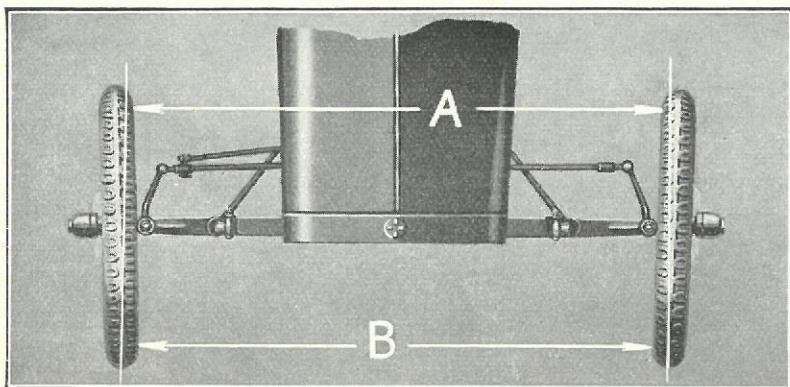
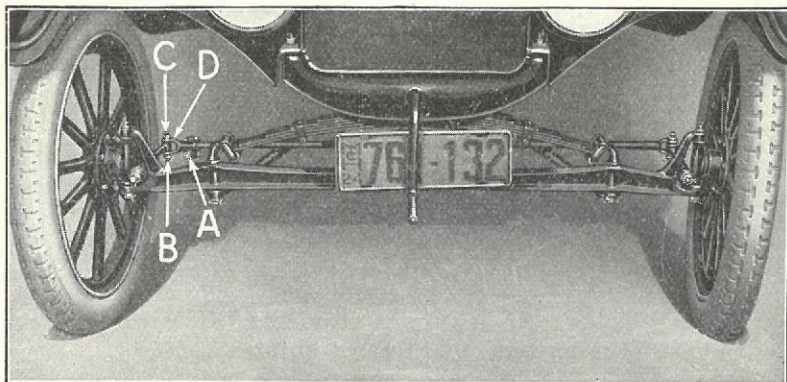

Fig. 120
Fig. 121
- 151** Sporingen maales ved at man trækker en horisontal Linie fra Navets Centrum til Hjulfælgens For- og Bagende paa begge Hjulene (se »A« og »B« Fig. 120) og maaler Afstanden mellem Fælgene paa disse Punkter. Der maa være en Forskel af $\frac{3}{16}$ " til $\frac{1}{4}$ " mellem disse 2 Maal. Hvis Sporingen er større eller mindre end angivet, kan dette justeres ved at opgaa Spindel-Forbindelsesstangens Kugleboltmøtrik (se »A« Fig. 121) og udtage Kuglen fra Forbindelsesstangen. Møtriken »B« og Boltten »C« til Spindel-Forbindelsesstangen løsnes. Spindel-Forbindelsesstangens Gaffel »D« drejes derefter, indtil man har opnaaet den rette Justering. Forbindelsesstangens Bolt pasættes derefter, Møtriken pasættes og forsynes med Split. Kuglebollen føres gennem Gafflen, og Møtriken pasættes og forsynes med Split.